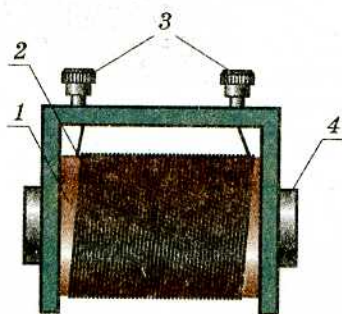

Рис. 27.2. Будова електромагніту: 1 — каркас; 2 — обмотка; 3 — клем; 4 — осердя
Розглянемо будову електромагніту (рис. 27.2). Будь-який електромагніт має каркас (1), виготовлений із діелектрика. На каркас щільно намотано ізольований дрот — це обмотка електромагніту (2). Кінці обмотки підведено до спеціальних клем (3), за допомогою яких електромагніт приєднують до джерела струму. У середині каркаса розміщено осердя (4), виготовлене з магнітного матеріалу. Зазвичай осердю електромагніту надають підковоподібної форми, оскільки в цьому випадку магнітна дія електромагніту значно посилюється.